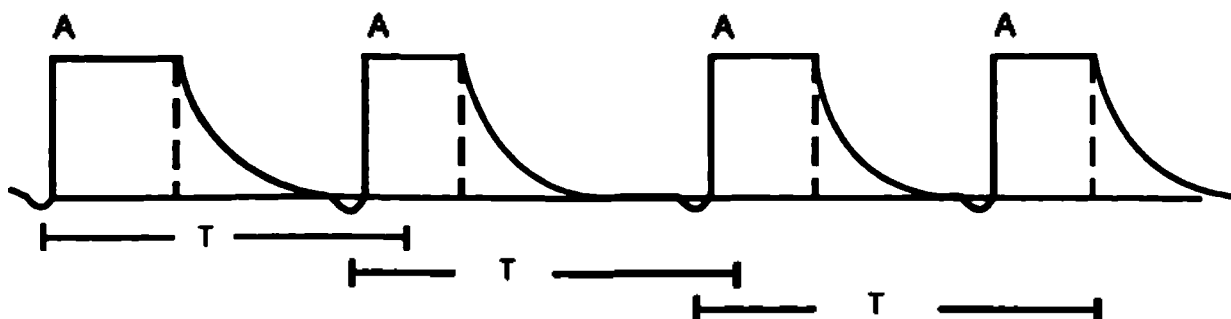

Рисунок 18-2 - Режим A / C, все вдохи инициированы пациентом
Рисунок 18-2 поясняет механизм доставки вдохов в случае, когда аппарат обнаруживает попытки вдохов пациента, т.е. когда срабатывает триггер (по потоку или по давлению в зависимости от выбранного типа триггера). В приведенной на этом рисунке ситуации все вдохи инициированы пациентом, т.е. **Assisted – вдохи (A)**.